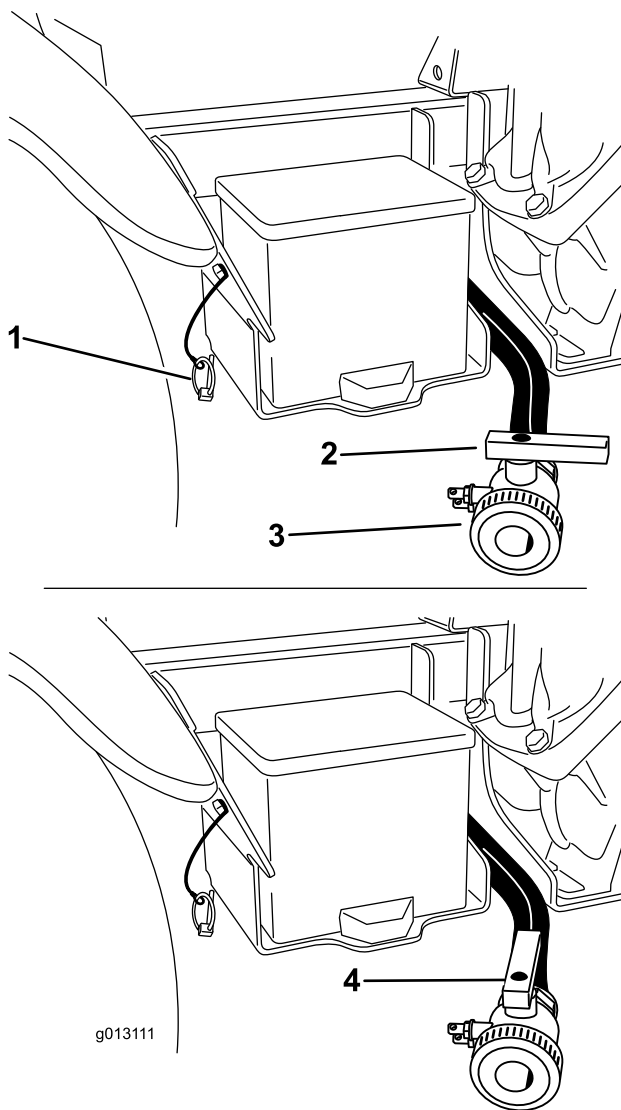

Figure 28
- B. Ouvrez le robinet pour vidanger tout produit restant dans la cuve et éliminez le produit en conformité avec la réglementation locale et les instructions du fabricant du produit (Figure 28). Cela permet au liquide encore présent dans la canalisation d'être vidangé.
3. Lorsque la cuve est complètement vide, fermez le robinet et fixez-le au support avec la goupille à anneau enlevée précédemment (Figure 28).